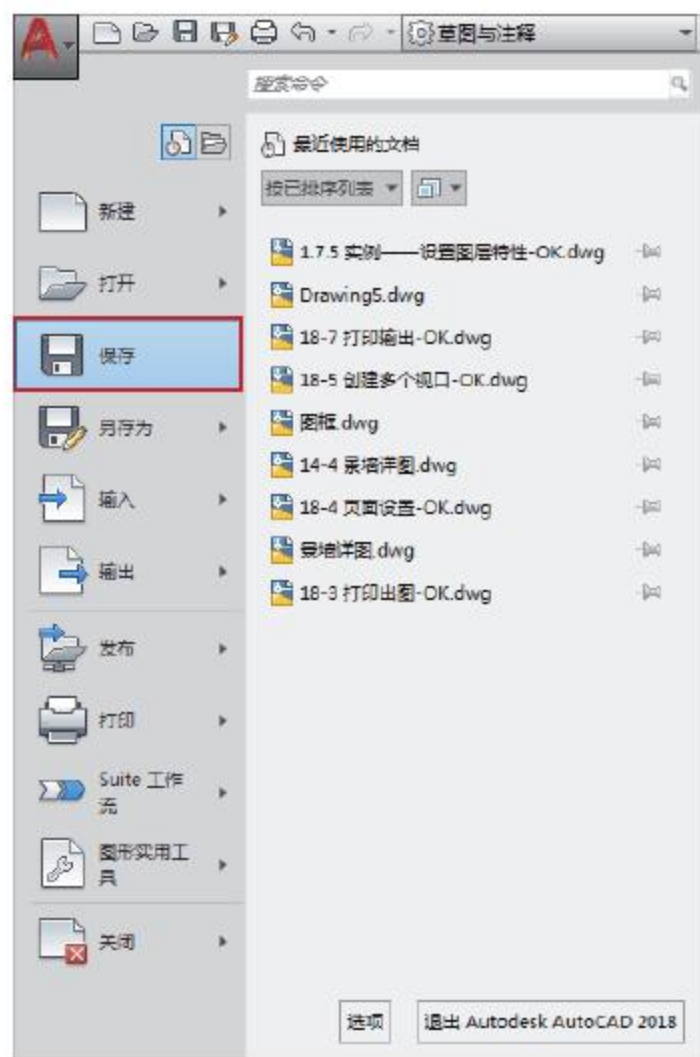

图2-139 选择选项
- 应用程序:单击应用程序按钮,在弹出的下拉列表中选择【保存】选项,如图2-139所示。